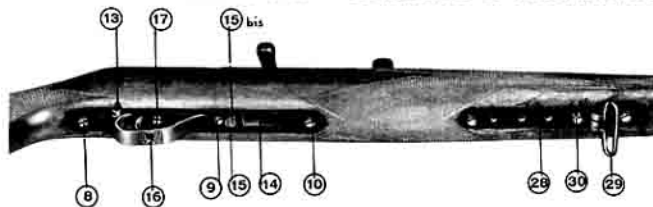

Fig. 5
**GRUPPO SERBATOIO - MOVIMENTO DI SPARO** - Il distacco della cassa di questo gruppo unitamente alla canna, si ottiene togliendo 3 viti (Fig. 5 n. 8 - 9 - 10).
**SICURA** - Agisce direttamente sul grilletto e si trova alloggiata orizzontalmente nella parte posteriore del guardamano (Fig. 5 n. 13) - presenta movimento trasversale - quando appare il cerchio rosso, il grilletto è libero per lo sparo.
**GRUPPO GUARDAMANO** - Nel guardamano sono ricavati lo spacco per l'inserimento del caricatore (Fig. 5 n. 14), lo spacco per il grilletto, il foro per il bottone gancio caricatore (Fig. 5 n. 15), i vari fori per il passaggio delle viti di ancoraggio con la scatola serbatoio.
Nell'occhio del guardamano è praticato il foro (Fig. 5 n. 16) per facilitare l'azione della vite che regola lo scatto (Fig. 5 n. 17).
Nella parte anteriore della cassa è inserita la piastra porta bretella (Fig. 5 n. 28) che permette la registrazione della maglietta (n. 29) a mezzo di 5 fori appositi. Per registrare detta maglietta è sufficiente svitare la vite d'attacco (n. 30) e fissarla al posto voluto.
**FUNZIONAMENTO DELL'ARMA** - Introdurre le cartucce nel caricatore (Tav. A n. 31) (da 5 o 10 colpi) che va quindi inserito nella finestra caricatore premendo l'apposito bottone (Fig. 5 n. 15 bis) fino ad arresto. Tirare all'indietro il manubrio dopo